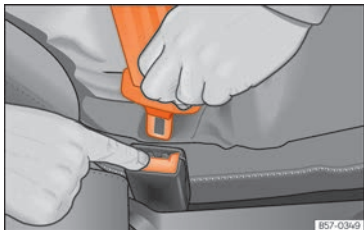

Fig. 15 Relâcher la languette du boîtier de verrouillage la fermeture de la ceinture.
- Appuyez sur la touche rouge sur le boîtier de verrouillage »» fig. 15. Le pêne sera expulsé du boîtier de verrouillage.